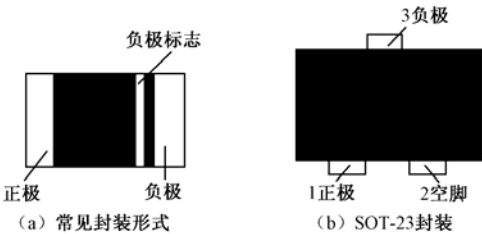

图 2-2-3 贴片二极管的常见外形
(1) 热载流子肖特基二极管。该类管 PN 结电容很小，约为 1pF，既可在超高频及甚高频波段做检波管，又可适用于高速开关电路及高速数字电路。常见的肖特基二极管封装形式主要有两种：一种封装形式具有两个引脚，如图 2-2-3 (a) 所示，黑色塑料封装，有白色竖条的一端为二极管负极；另一种为贴片式 SOT-23 封装 (MMBD)，有 3 个引脚，其中 1 脚为二极管的正极，2 脚为空脚，3 脚为二极管的负极，外形如图 2-2-3 (b) 所示。